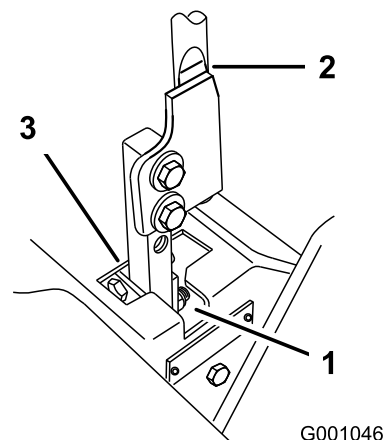

Figura 92
5. Desloque a alavanca para a posição de ponto-morto, mas não bloqueada (Figura 92).
6. Puxe a alavanca para trás até que o passador de forquilha (no braço por baixo do eixo da articulação) entre em contacto com a extremidade da ranhura (até começar a fazer pressão na mola) como se mostra na Figura 92.
7. Verifique onde é que a alavanca de controlo está relativamente ao entalhe na consola (Figura 92).